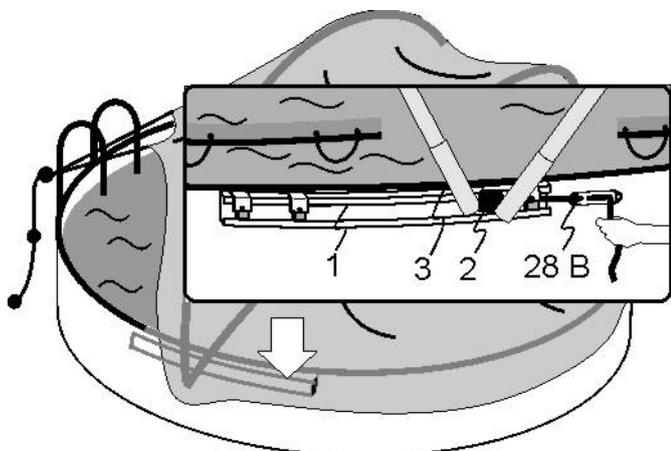

Abb. 7.3
- Das Seil (4) am Schieber (2) an dem Spanner (28/B) einklemmen um ein Verrutschen des Schiebers (2) während des Aufziehens zu verhindern. (Abb. 7.3)
- Mit dem Zugseil (18) den Dome aufziehen und das Zugseil an die Einstiegstreppe anhängen.